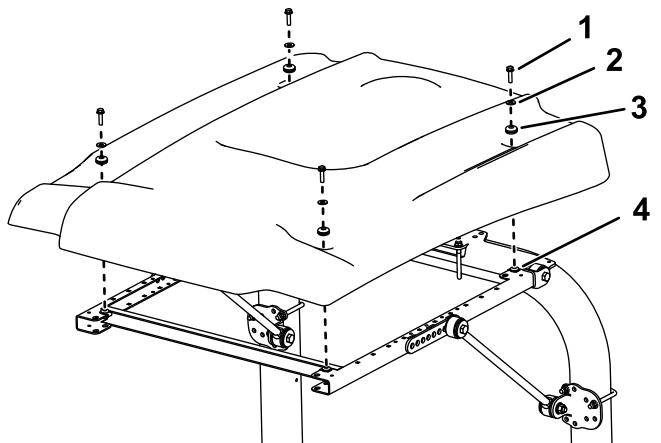

Figura 28
15. Durante l'allineamento dei fori di montaggio, posizionate il parasole sul telaio come mostrato in Figura 28.
16. Montate, senza serrarlo, ciascun angolo del parasole sul telaio con un bullone a testa flangiata ($5/16$ " x $1\frac{1}{4}$ ") con una rondella piccola e un gommino (Figura 28).